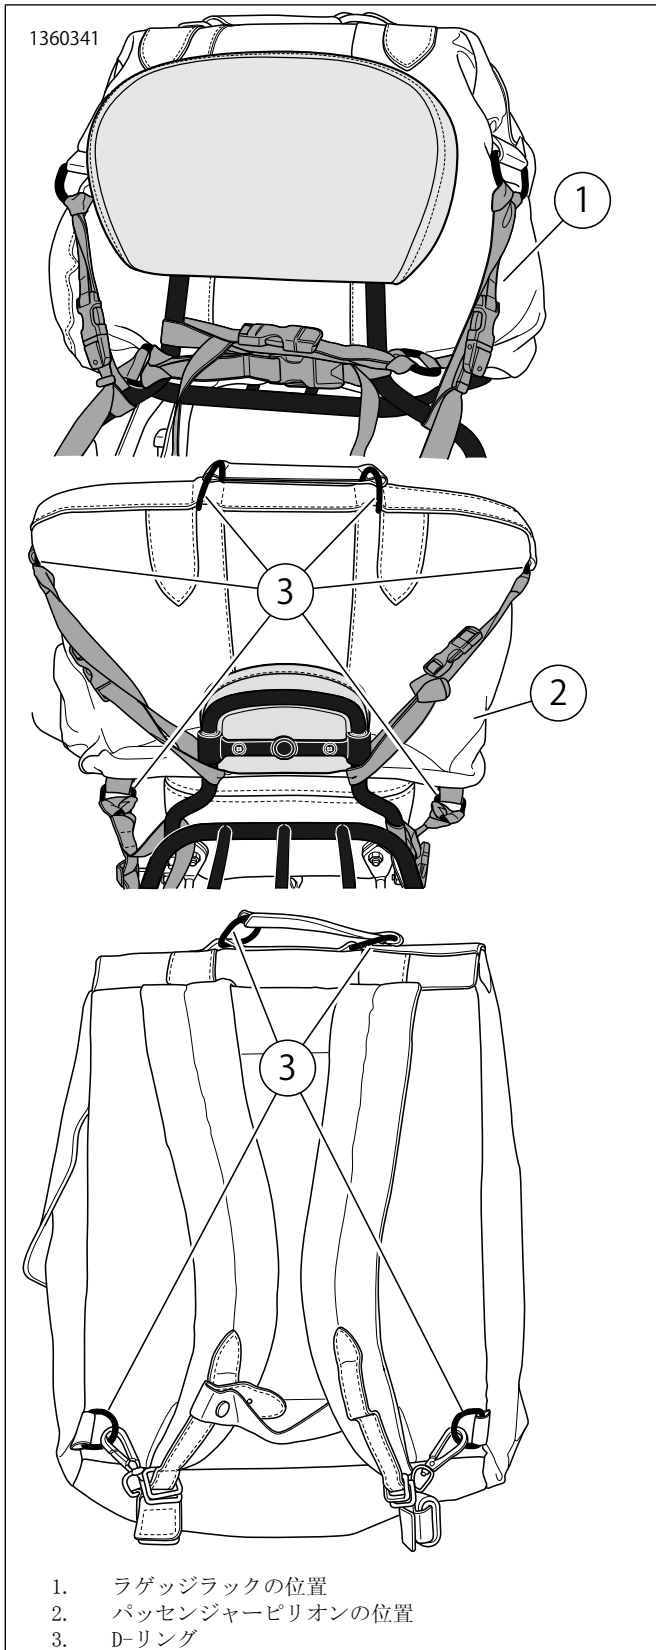

図6。ラゲッジラック / パッセンジャーピリオンの取り付け
- a. 「図5」および「図6」を参照してください。D-リング(3)を通して、ストラップを巻きつけます。
- a. 図6を参照してください。小さめのピリオンとパッセンジャーピリオンに関しては、荷物がしっかりと車両に固定されるようにボトムクイックリリースバックルストラップを十文字にして、マウント用ストラップが十分締まっているか確認してください。